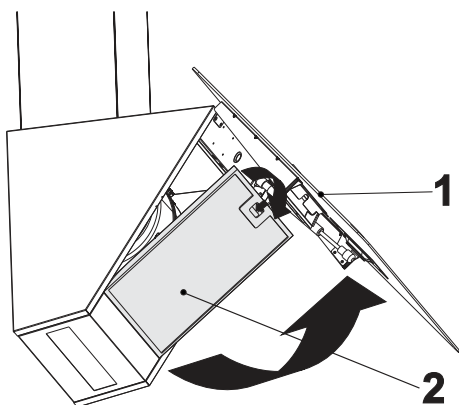

Abb. 18: Ausbauen des Metallfettfilters
1. ➤ Öffnen Sie die Frontplatte der Dunstabzugshaube (Abb. 18/1).
3. ➤ Nehmen Sie den Metallfettfilter aus der Dunstabzugshaube (Abb. 18/2).